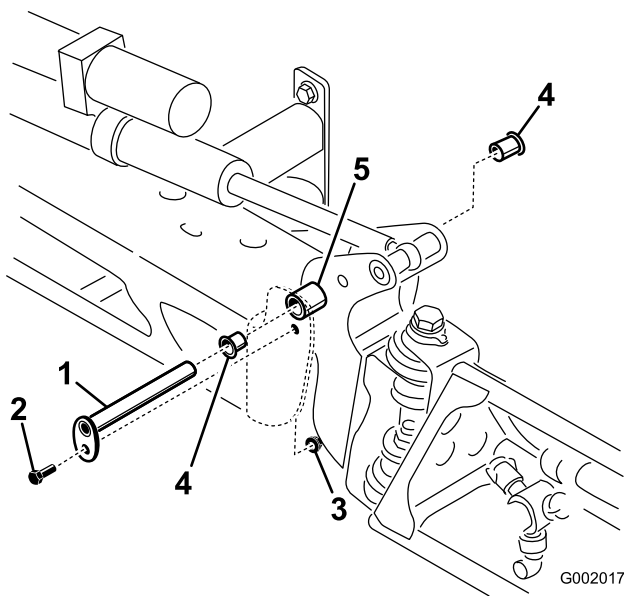

Figura 72
3. Com o peso da rampa suportado, retire o parafuso e a porca que seguram o pino de articulação à rampa (Figura 72). Retire o pino de articulação.
5. Retire e inspeccione as buchas de nylon dos lados dianteiro e traseiro do suporte de articulação (Figura 72). Substitua todas as buchas danificadas.
7. Monte a rampa e o apoio da articulação no chassi alinhando as aberturas (Figura 72).